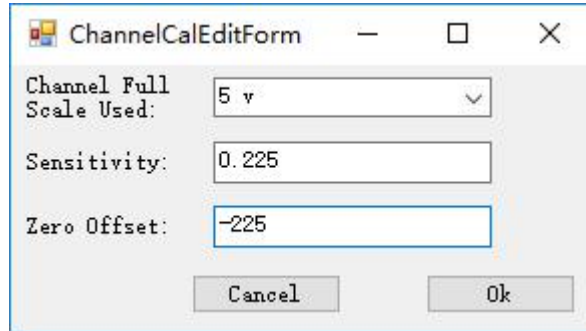

图 4 气压控制器标定参数
(2) 以气压控制器为例标定的具体参数，点击 OK 即可，如图 4 所示：